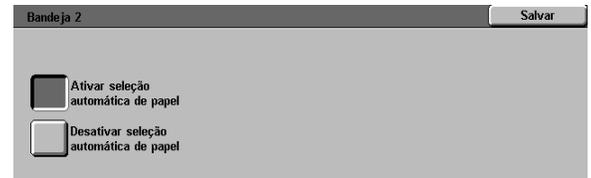

Figura 11: amostra da tela de detalhes de bandeja
- 4 Para ativar ou desativar a Troca automática de bandejas, use as setas para cima e para baixo para destacar a bandeja de papel desejada e toque no botão **Alterar configurações** para exibir a tela de detalhes de bandeja, conforme ilustrado na Figura 11.